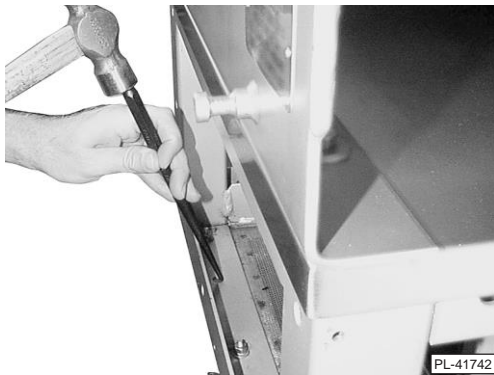

Fig. 2
2. Localice el riel del marco inferior en la parte frontal del equipo; a aproximadamente 10.2 cm del lado izquierdo hay una entrada u orificio para la manguera del interruptor de pedal. Con ayuda de un martillo y un punto de golpe (Fig. 2), dé algunos golpes firmes para quitar la pieza removible de la lámina de metal debajo del riel del marco.